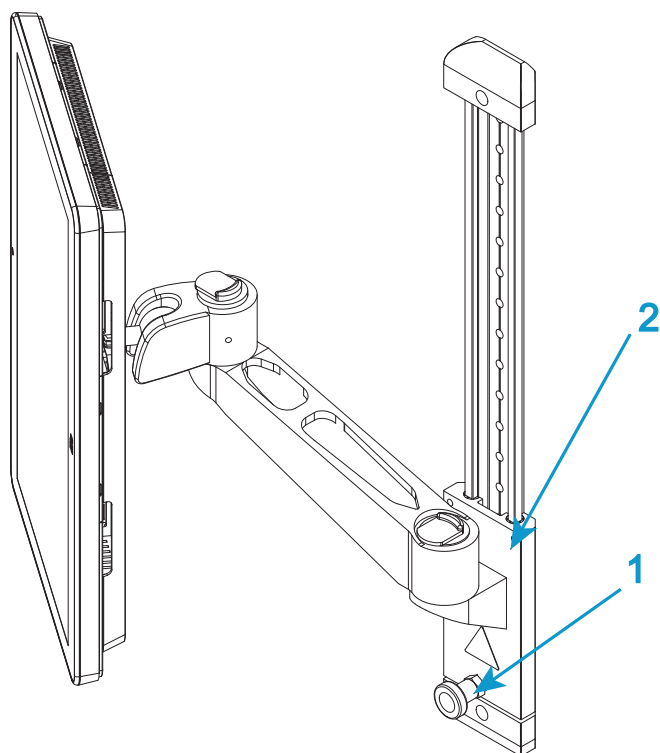

图 9. 高度调整
1. 您可调整 Bluehill[®] 操作员控制面板的高度，以便使不同的操作员可以舒适的操作。松开门锁（第 42 页图 9 中的 1），滑动安装臂（第 42 页图 9 中的 2）滑至所需高度。重新拧紧门锁。